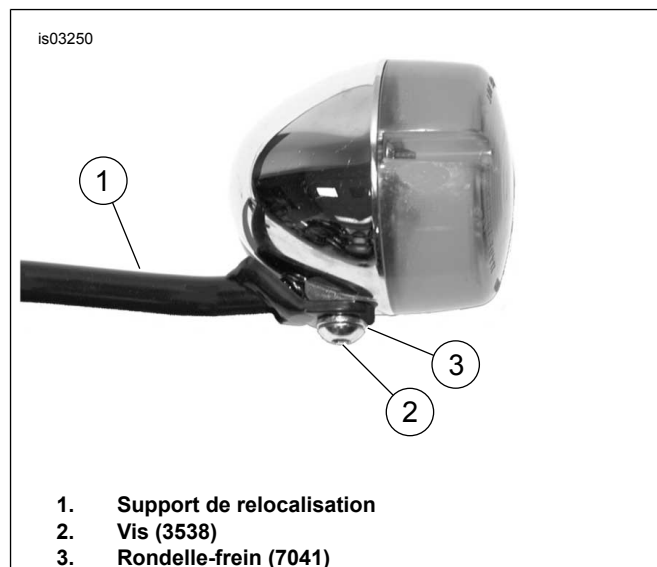
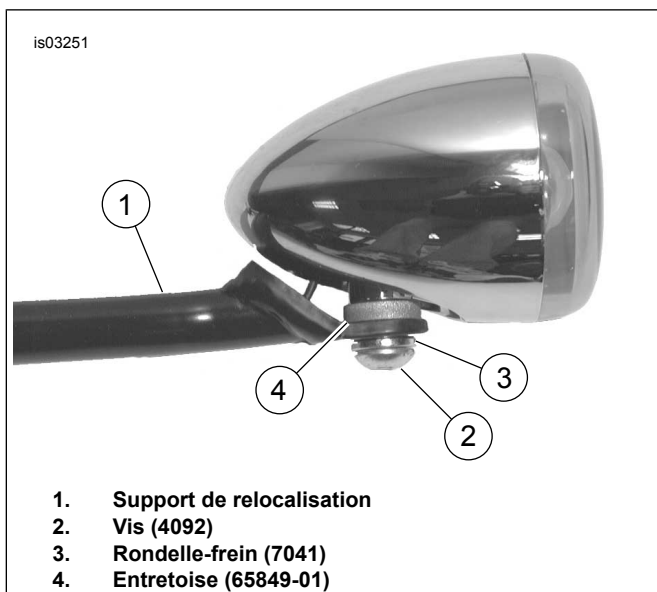

Figure 7. Installer des feux de direction de 3 pouces
Figure 8. Installer les feux de direction de 2 3/8 pouces
- a. Voir Figure 7. Appliquer du Loctite 243 (bleu) sur les filets de vis.
- b. Installer la lampe sur le support de relocalisation de feu de direction (1) en utilisant la vis (2) et la rondelle-frein (3). Bien serrer.
- c. Voir Figure 8. Appliquer du Loctite 243 (bleu) sur les filets de vis.
- d. Installer le feu de direction sur le support de relocalisation (1) en utilisant la vis (2), la rondelle-frein (3) et l'entretoise (4). L'entretoise doit être installée entre la lampe et le support de relocalisation.